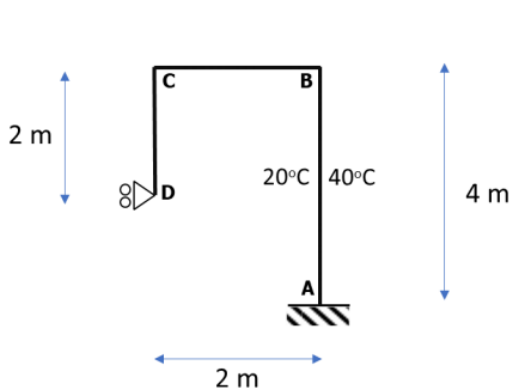

Figura 1
PROBLEMA 1.20: En la estructura ABCD que se muestra en la figura 1, de extremos A empotrado y D con movimiento horizontal impedido, existe una sollicitación térmica en el tramo AB, tal y como se indica. El canto de todos los perfiles toma el valor $c=10$ cm, el valor del coeficiente de dilatación térmica $\alpha=1 \cdot 10^{-5} \text{ } ^\circ\text{C}^{-1}$ y el producto $E \cdot I=2 \cdot 10^5 \text{ kN} \cdot \text{m}^2$.
- a) Reacciones en los apoyos de la estructura de la Figura 1
- b) Movimientos del nudo C de la estructura de la Figura 1